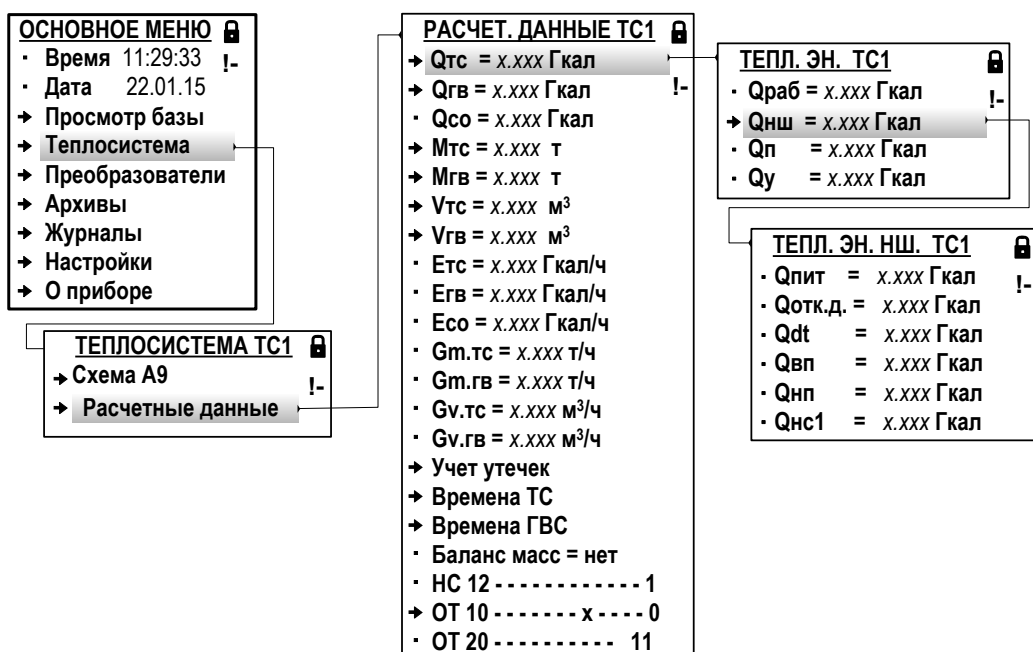

Рис.42. Вид окон индикации результатов работы ТВ (режим РАБОТА).
7.1.1. Итоговые результаты работы тепловычислителя фиксируются нарастающим итогом в интегральных счетчиках тепла (Q), массы (M), объема (V) и времени (п.6.6.5.4). Зафиксированные итоговые значения, а также текущие средние значения измерительных параметров, отображаются в окнах индикации соответствующих меню. Вид некоторых окон индикации показан (рис.42).